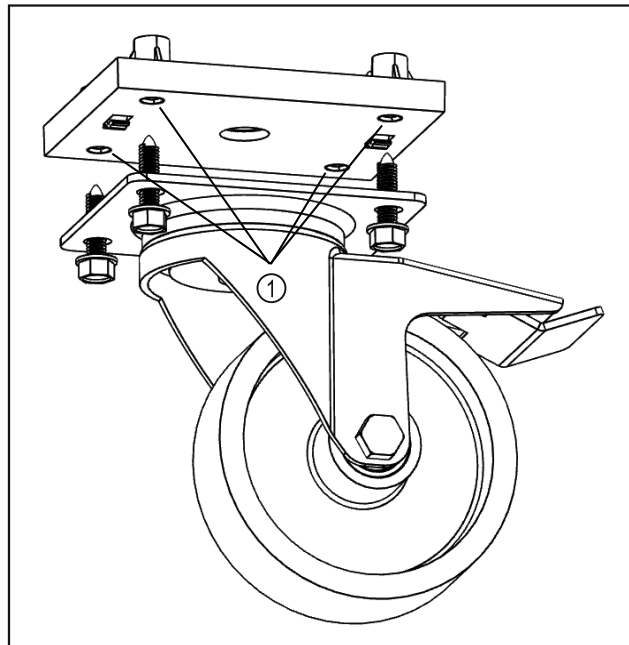

Fig. 9
- ▶ Na daných místech namontujte volitelná kolečka. Fig. 9 (1)